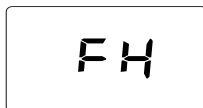

рис. 6- Выпуск воздуха с включенным вентилятором
- В течение последующих 20 секунд на дисплее высвечивается символ **Fh**, обозначающий цикл спуска воздуха из системы отопления при работающем вентиляторе (рис. 6).